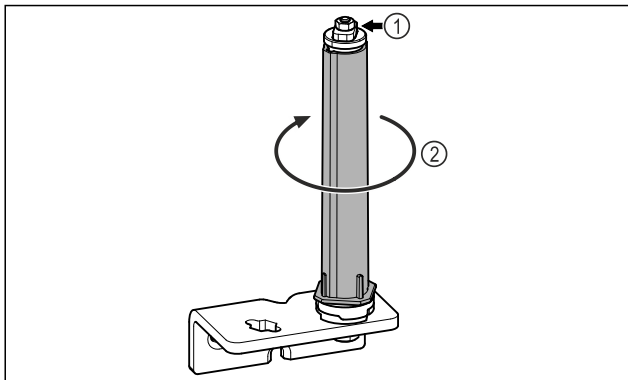

Fig. 18
- Не разглобявайте затварящата система на вратата Fig. 18 (1).
- ▶ Въртете затварящата система Fig. 18 (2), докато тя щракне.